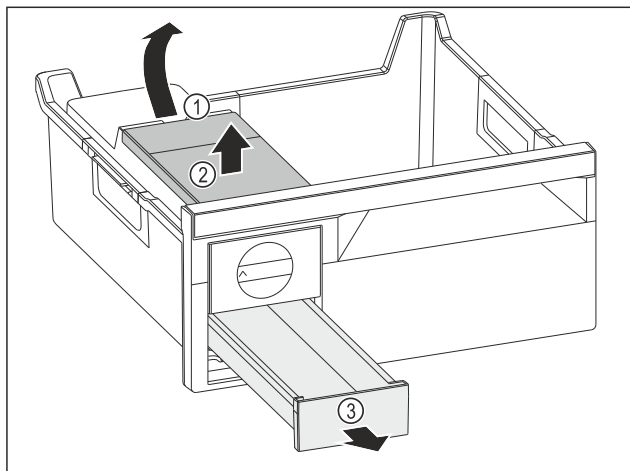

Fig. 77
- ▶ Vyjmutí nádržky na vodu: Zvedněte nádržku na vodu za vybrání Fig. 77 (1).
- ▶ Nádržku na vodu Fig. 77 (2) vyjměte nahoru.
- ▶ Zásuvku na kostky ledu Fig. 77 (3) vyjměte dopředu.